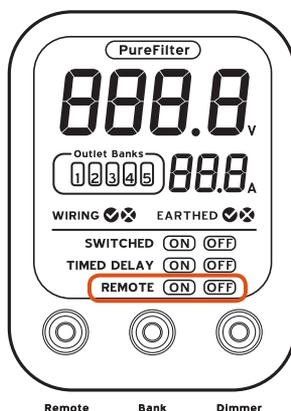

Fig. 4b
- B.** Prima o botão “Remoto” que se encontra na zona dianteira da consola de alimentação para activar a função remota. No ecrã LCD deve surgir a indicação “REMOTO LIGADO”. (Fig. 4b)